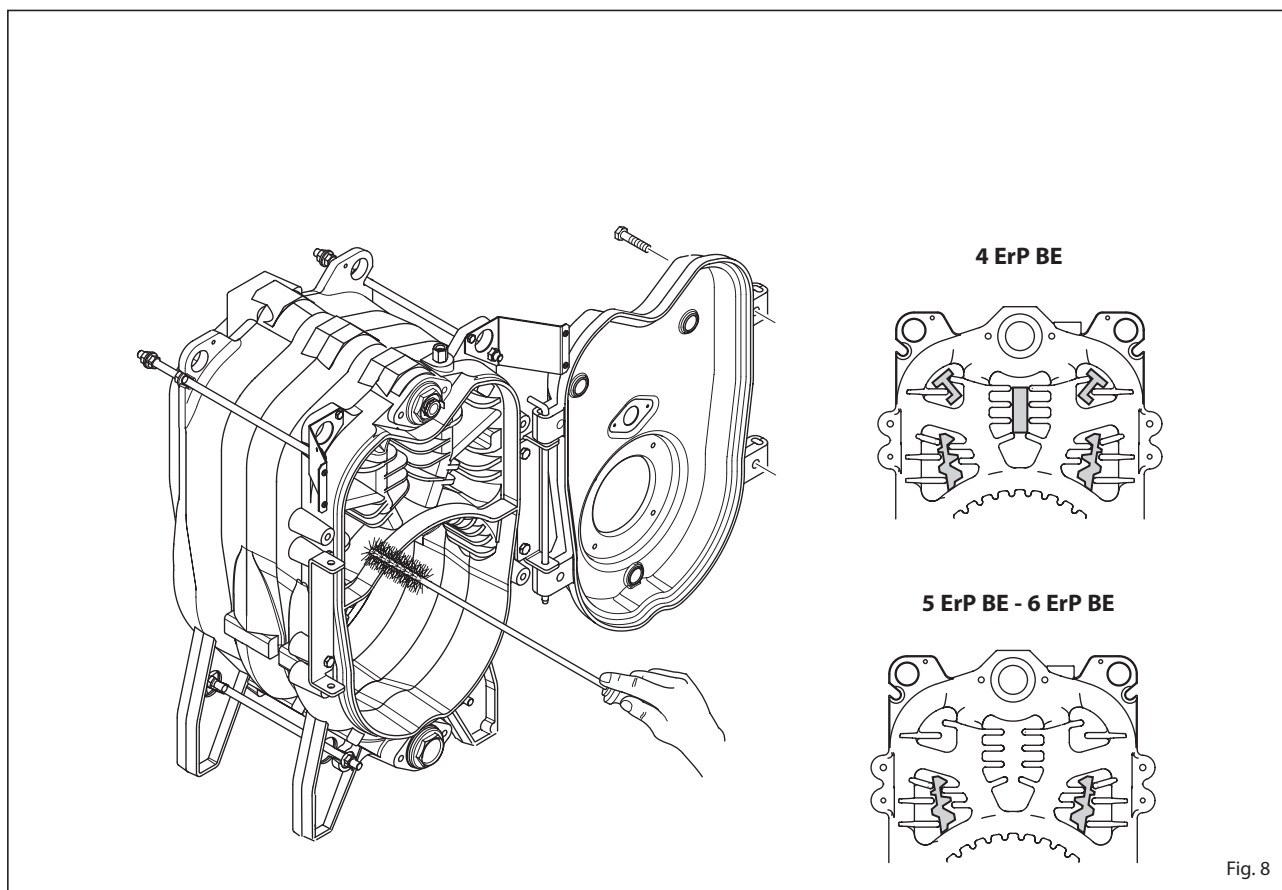

Fig. 8
3.3.1 Kedlens aftrækside (fig. 8)